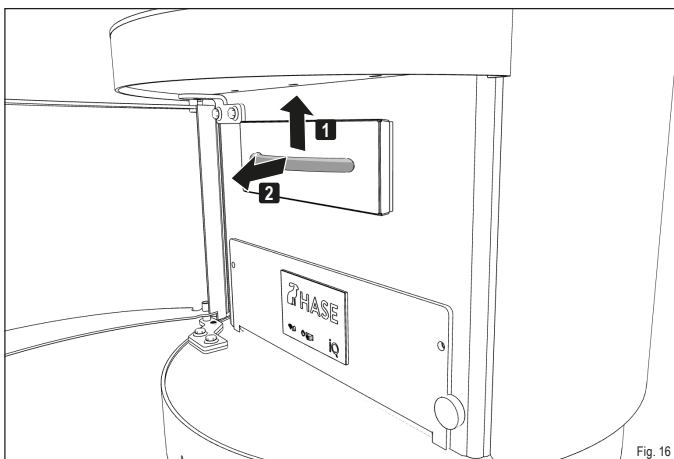

Fig. 16
- ▶ Tirez le bac à cendres hors de l'ouverture par le capot (Fig. 16). Videz les cendres dans un récipient résistant au feu.
- ▶ Tirez le bac à cendres hors de l'ouverture par le capot (Fig. 16). Videz les cendres dans un récipient résistant au feu ou passez l'aspirateur.
- ▶ Tirez le bac à cendres hors de l'ouverture par le capot (Fig. 16).